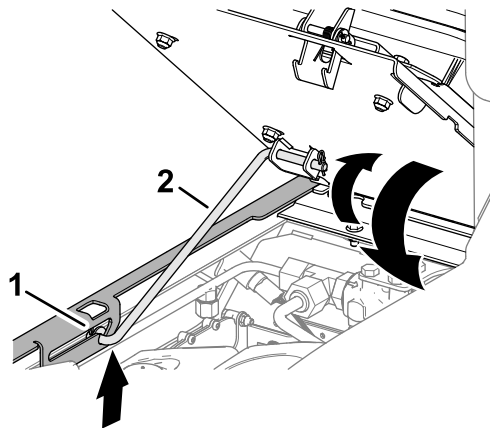

Figura 109
1. Rotii uor scaunul, ridicai tija de susinere din creștătura fantei de susinere a scaunului (Figura 109).